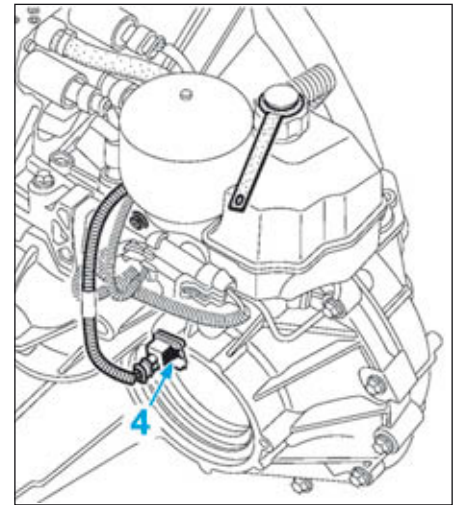

FIG.62
- le relais (3).
- Débrancher le connecteur (4) (Fig.62) du capteur de vitesses de l'arbre primaire.